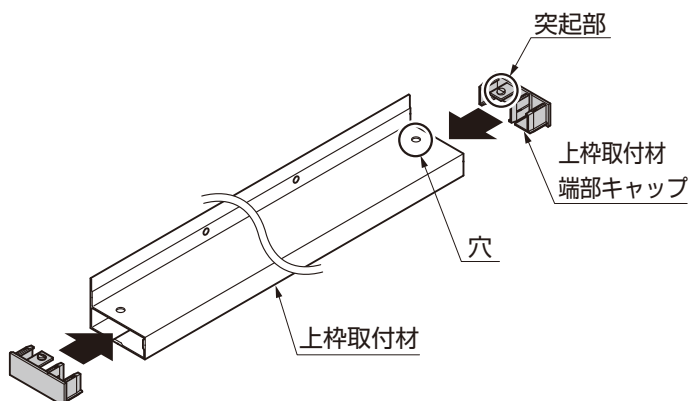

図5-8
②上枠取付材端部キャップを突起部が上枠取付材の端部の穴にはまるように取付けてください。(図5-8参照)